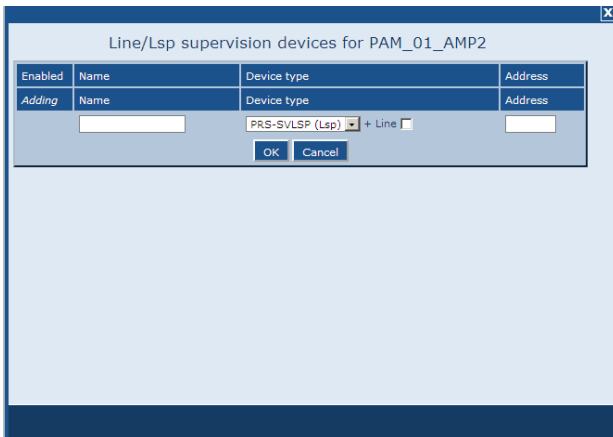

Abbildung 43.15: Überwachungsgerät hinzufügen, Schritt 2
- 2 Klicken Sie auf die Schaltfläche *Add*, um dem Audio-Ausgang ein neues Überwachungsgerät hinzuzufügen. Es wird ein Bildschirm angezeigt, der Abbildung 43.15 ähnelt.